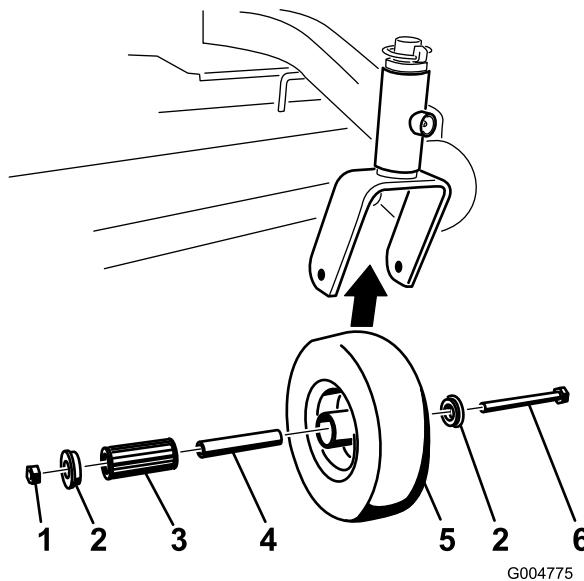

Figura 43
1. Retire la contratuerca y el perno que sujetan la rueda giratoria a la horquilla (Figura 43).
2. Retire un solo casquillo y tire del casquillo intermedio y del cojinete de rodillos para sacarlos del cubo de la rueda (Figura 43).
3. Retire el otro casquillo del cubo de la rueda y límpie la grasa y la suciedad del cubo de la rueda (Figura 43).
4. Inspeccione el cojinete de rodillos, los casquillos, el casquillo intermedio y el interior del cubo de la rueda para comprobar que no están desgastados. Cambie las piezas defectuosas o desgastadas (Figura 43).
5. Para montar el conjunto, coloque un casquillo en el cubo de la rueda. Engrase el cojinete de rodillos y el casquillo intermedio y deslícelos en el cubo de la rueda. Coloque el segundo casquillo en el cubo de la rueda (Figura 43).
6. Instale la rueda giratoria en la horquilla y fíjela con el perno y la contratuerca. Apriete la contratuerca hasta que el casquillo intermedio se apoye contra el interior de las horquillas de las ruedas giratorias (Figura 43).